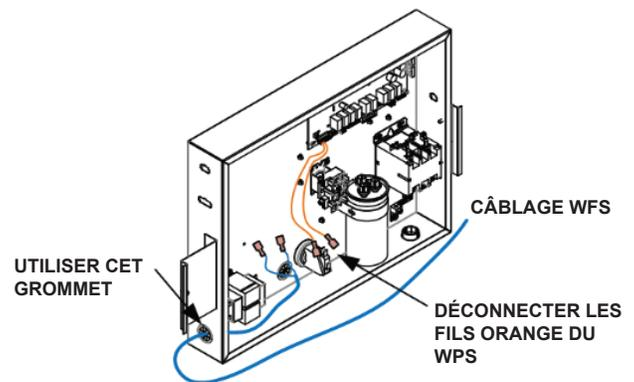

Figure 159. Acheminement des fils WFS dans le J-Box
7. Utilisez les œillets du boîtier de commande pour faire passer les fils de l'intérieur du poteau d'angle à l'intérieur de la boîte de jonction électrique, en utilisant les œillets situés à côté du transformateur. Voir la figure 159.
8. Localisez les fils orange connectés au pressostat d'eau (WPS). Déconnectez les bornes du WPS. Voir la figure 159.